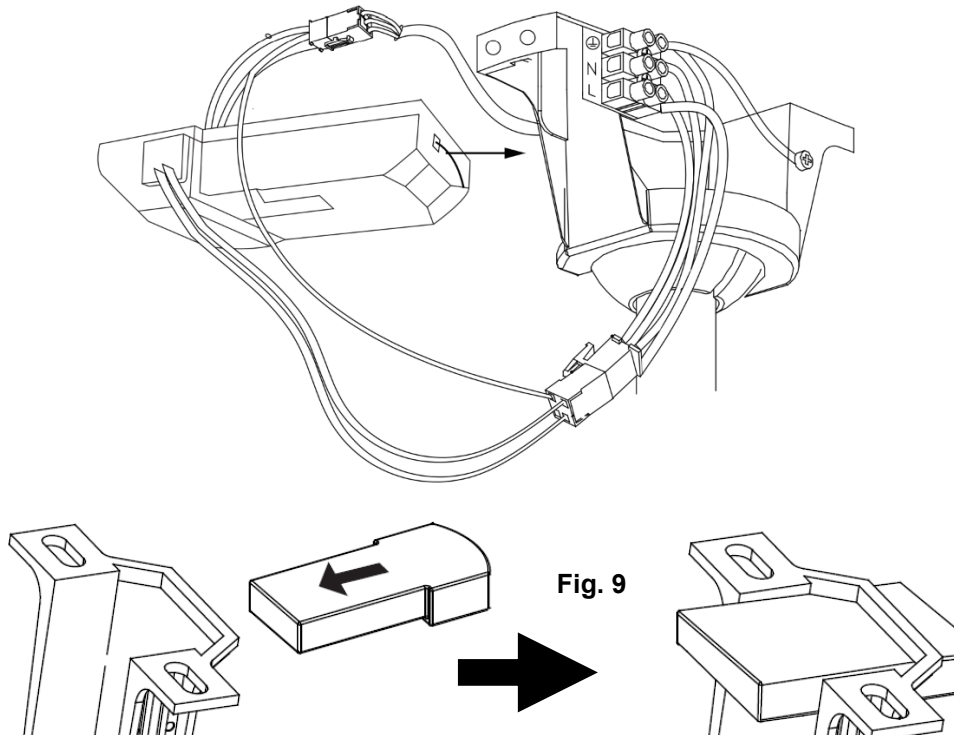

Fig. 9
- Inserte con cuidado el receptor de la señal remota por encima de la junta esférica e introdúzcalo en el espacio restante dentro del soporte de techo. Procure no dañar o aflojar los cables. (Fig. 9).